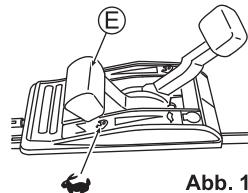

Abb. 17
2. Stellen Sie den Gashebel (E) auf "GO", um mit dem Mähen zu beginnen. (Siehe Abb. 17)